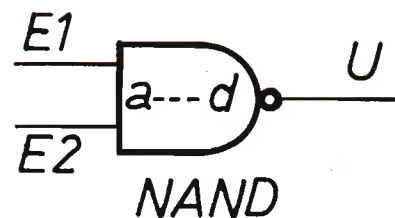

Fig. 2 - Simbolo elettrico di individuazione della funzione NAND, dotata di due entrate (E1 - E2) e di un'uscita (U).
Fig. 2 - I tre tipi di antenne, qui teoricamente schematicizzate: a dipolo ripiegato con balun (1), a dipolo semplice (2) e ground plane (3), mettono a confronto, in questo disegno, ovviamente attraverso precise proporzioni, le loro dimensioni fisiche.